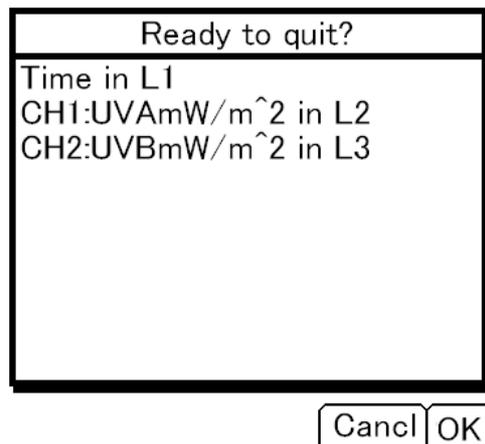

図 8. 終了確認画面
⑧ 表示画面が消えてしまった場合は、**ON** キーを押せば、再表示される。
⑨ 測定を終了するには、表示画面の Quit (終了) の下の灰色のボタン **GRAPH** を押すと図 8 に示した確認画面が表示される。ここで、OK (確認) の下の灰色のボタン **GRAPH** を再び押すと終了し、電卓モードに戻る。